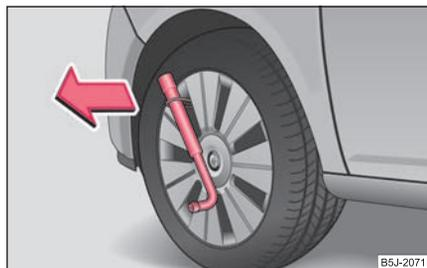

Abb. 190 Radvollblende ausbauen
- Schieben Sie den Radschlüssel durch den Bügel, stützen Sie den Radschlüssel an dem Reifen ab und ziehen Sie die Blende ab ⇒ Abb. 190. ▶